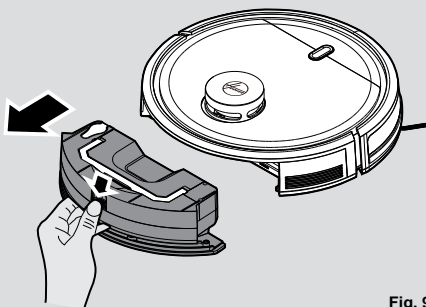

Fig. 9
1. Presione el botón de liberación y sáquelo. [Fig. 9]
1. Después de aspirar, retire el depósito de agua y el de polvo. Presione el botón de liberación y sáquelo. [Fig. 9]